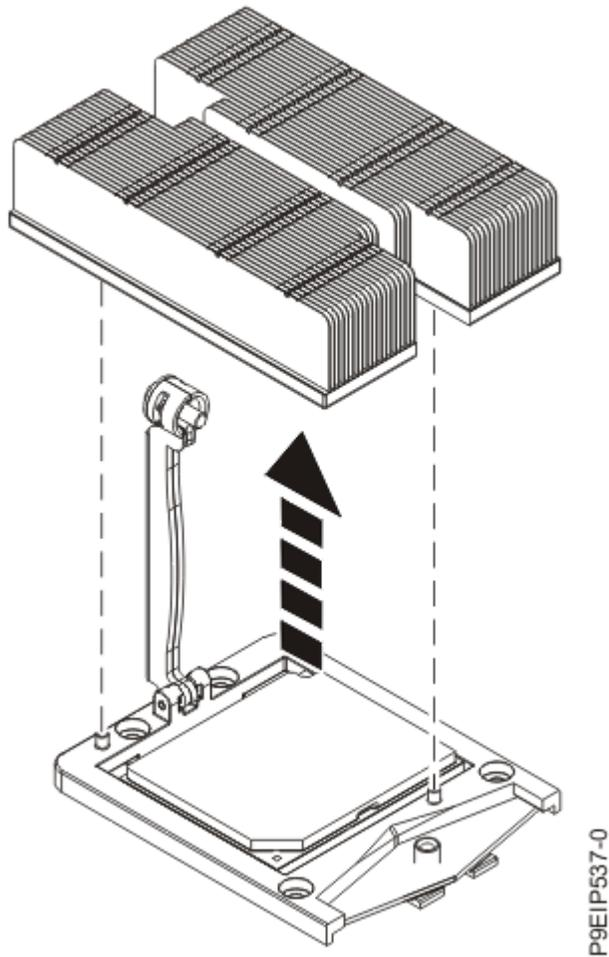

Abbildung 37. Kühlblech ausbauen
4. Greifen Sie das Kühlblech und entfernen Sie es, indem Sie es senkrecht nach oben anheben (siehe Abbildung 37 auf Seite 43).